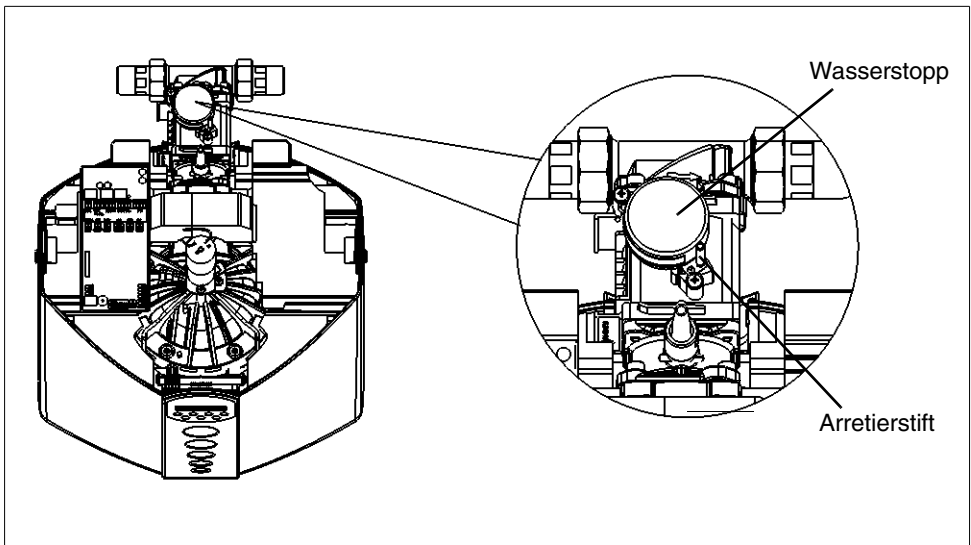

Abb. 13: Wasserstopp
- Roten Arretierstift entfernen. (siehe Abb. 13)